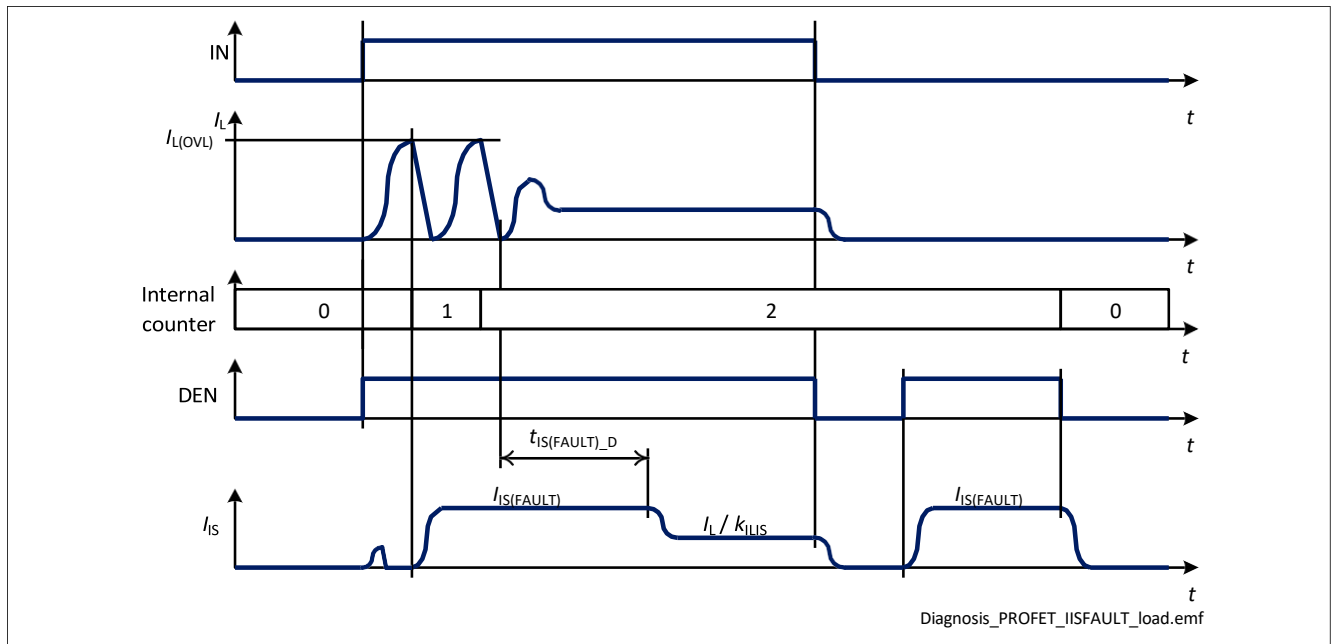

Figure 35 $I_{IS(FAULT)}$ at Load Switching
- 如果通道处于开启状态且重试次数小于“ $n_{RETRY(CR)} + n_{RETRY(CYC)} * n_{RETRY(NT)}$ ”，则在通道重启后，提供持续时间为 $t_{IS(FAULT)_D}$ 的电流 $I_{IS(FAULT)}$ ，之后 $I_{IS} = I_L / k_{ILIS}$ （如 图 35 所示）。在重试周期内（定时器 t_{RETRY} 运行时），每次检查通道诊断时都会提供电流 $I_{IS(FAULT)}$ 。